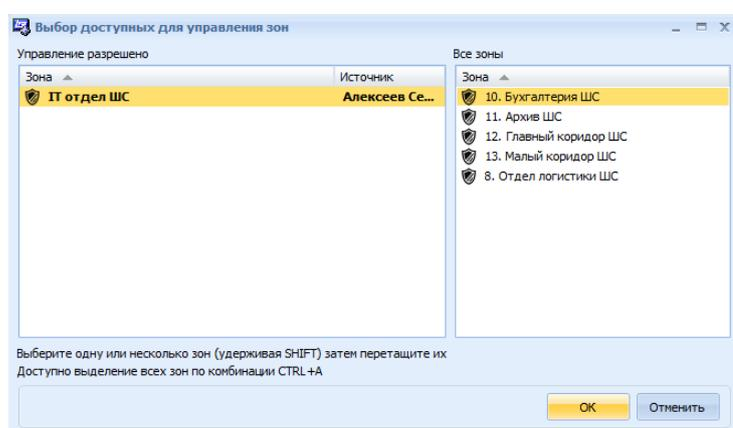

Рисунок 26.33 Начальнику IT-отдела разрешено ставить на охрану/снимать с охраны IT-отдел
- в открывшемся окне «Выбор доступных для управления зон» следует перетащить зону IT-отдел ШС из поля «Все зоны» в поле «Управление разрешено» и нажать **ОК**. В поле «Все зоны» отображаются только охранные зоны (Рисунок 26.33).